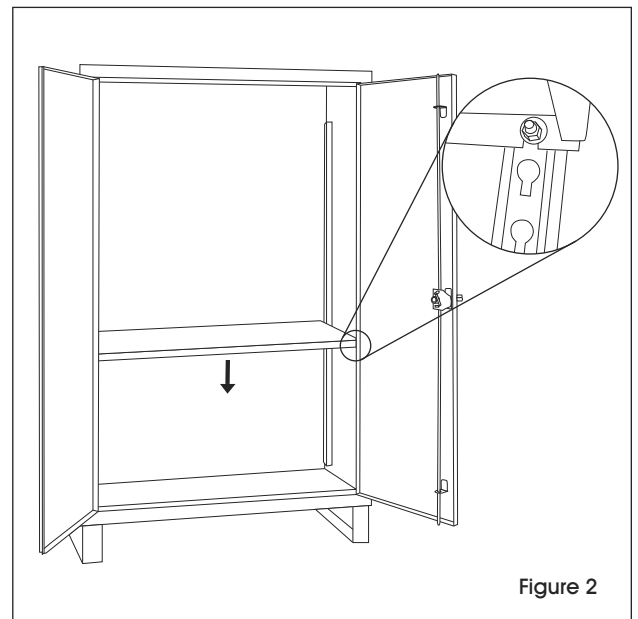

Figure 2
4. Set shelf on desired level with bolts from step 3. Edge of shelf should go between flange nuts and shelf channel strip. (See Figure 2)
4. Installez la tablette à la hauteur voulue sur les boulons de l'étape 3. Le bord de la tablette doit se placer entre les écrous à embase et le profilé de tablette. (Voir Figure 2)